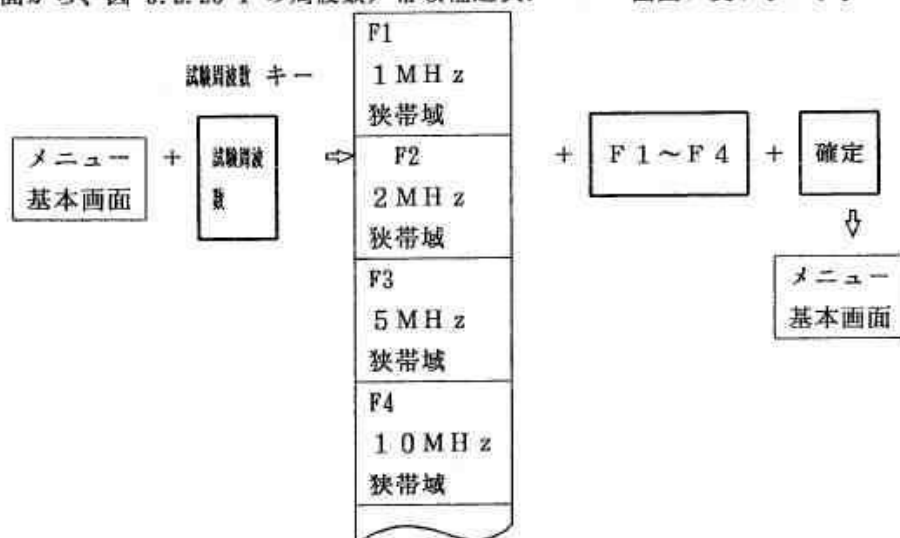

図 6.2.25-1 試験周波数と受信器の帯域幅を狭帯域に選定する場合の操作手順
(1) 試験周波数と受信器の帯域幅を狭帯域に選定する場合の手順
- ① 機能キー [試験周波数] を 1 回押します。メニューエリアの画面は、メニュー基本画面から、図 6.2.25-1 の周波数/帯域幅選択メニュー画面に変わります。